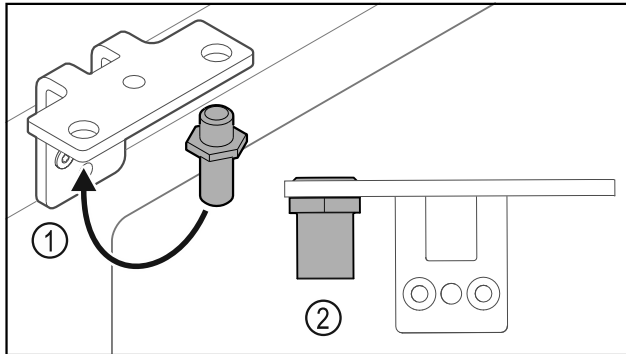

Fig. 28
- Aseta saranakulman pultti Fig. 28 (1) toiseen paikkaan.
- Kiristä pultti Fig. 28 (2) **vääntömomentilla 12 Nm**.